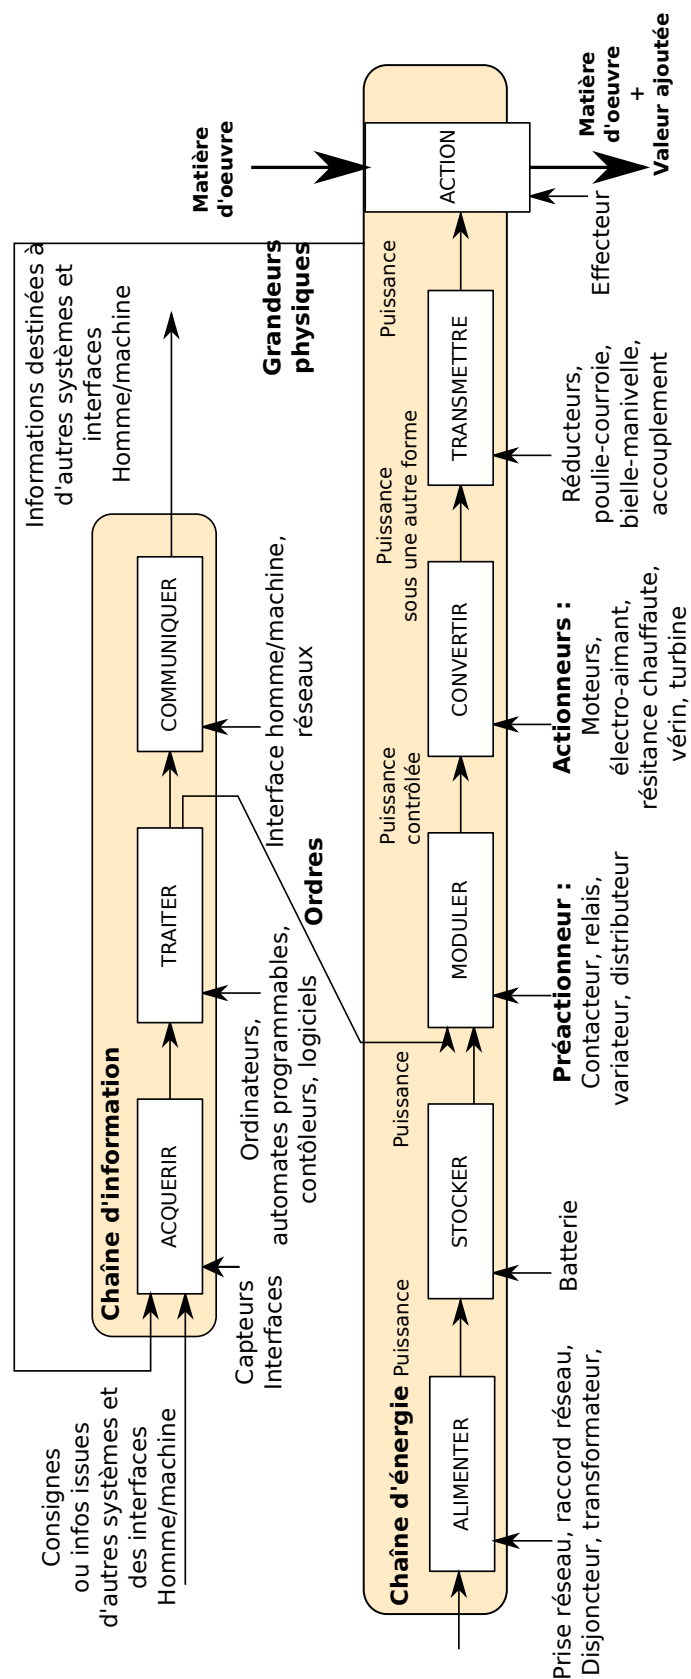

FIGURE 4 – Chaîne fonctionnelle
Chaque chaîne fonctionnelle est composée d'un nombre limité de fonctions qui pourront être étudiées séparément selon leur technologie (mécanique, électrique, automatique, etc. - voir cours suivant). Ces deux entités sont reliées par des **interfaces**. Le tout est appelé **chaîne fonctionnelle** (voir figure 4)
- sur l'état d'un produit ou de l'un de ses éléments à l'aide de capteurs (cf. flèche "grandeur physique à acquérir", fig.4),